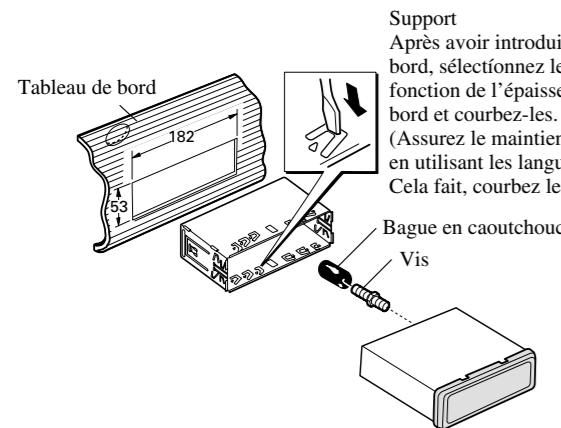

Fig. 9
**Installation avec une bague en caoutchouc (Fig. 9)**